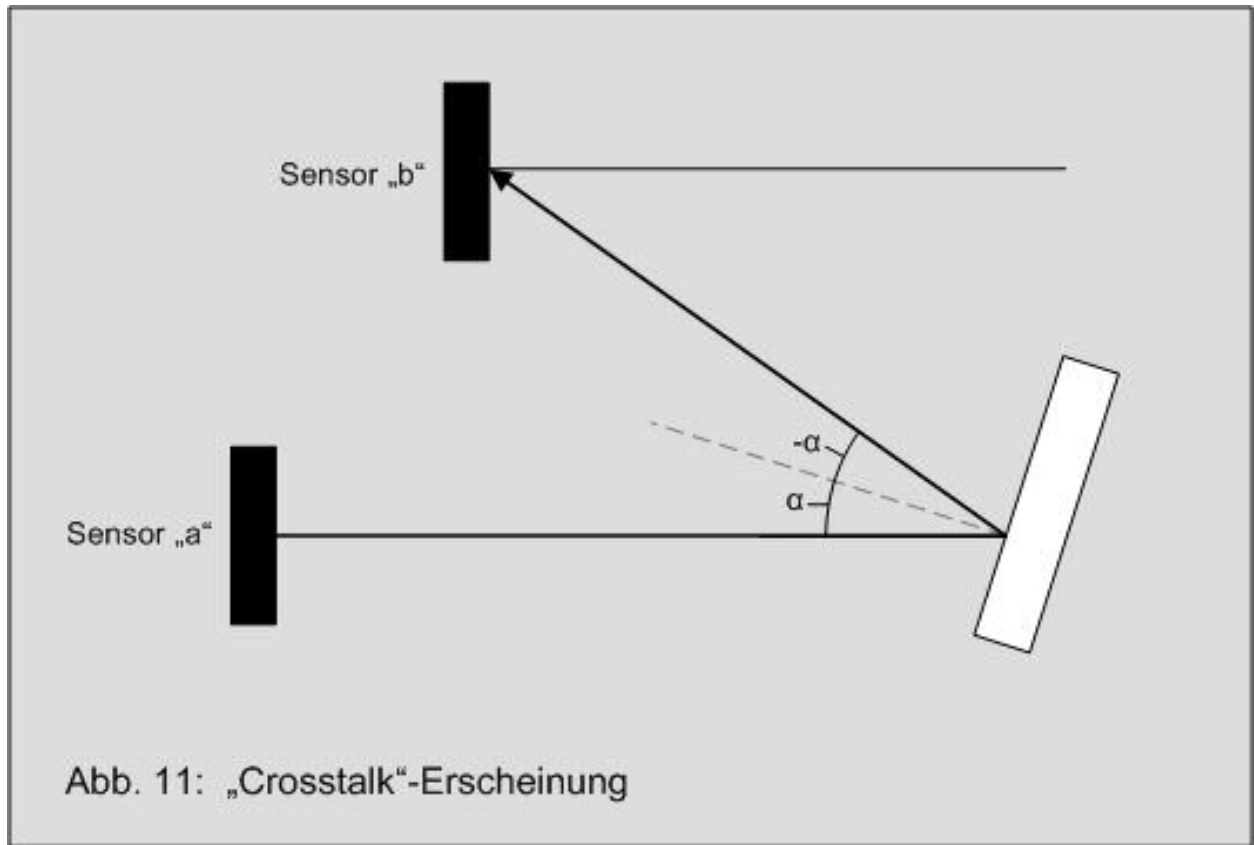

Abb.1
4. Scheinechos können aus verschiedenen Gründen auftreten. Erstens kann eine Welle auf mehreren Objekten reflektiert werden, bevor sie als Echo vom Sender empfangen wird. Diese Erscheinung hat zur Folge, dass die gemessene Entfernung das Hindernisses mehrmals größer als die tatsächliche ist. Es kann auch vorkommen, dass Echos von weit entfernten Gegenständen während einer neuen Messung empfangen werden und so ihre Entfernung viel kleiner scheint, als sie tatsächlich ist. Die letzte Erscheinung, die Crosstalk genannt wird (siehe Abb.1), kann bei gleichzeitigem Betrieb von mehreren Ultraschallsensoren auftreten. Dabei kann ein Sensor das Echo einer Welle empfangen, die von einem anderen Sensor gesendet wurde.